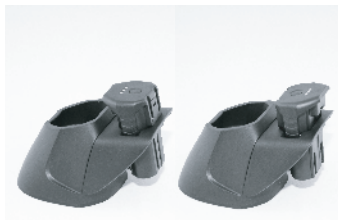

Fig. 27
1. Colocar a bateria como ilustrado (Fig. 27) com os contactos para baixo. São possíveis ambas as orientações de colocação.